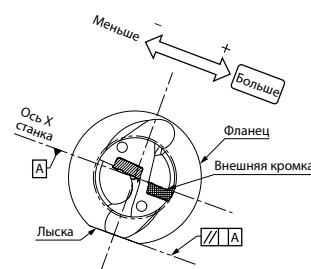
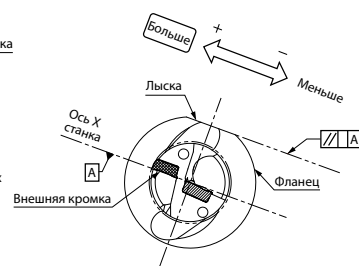

Рис. 2. Внешняя пластина обращена вверх
Рис. 3. Внешняя пластина обращена вниз
2. Чтобы увеличить диаметр отверстия, сместите инструмент по оси X в сторону наружной пластины (рис. 2, рис. 3).